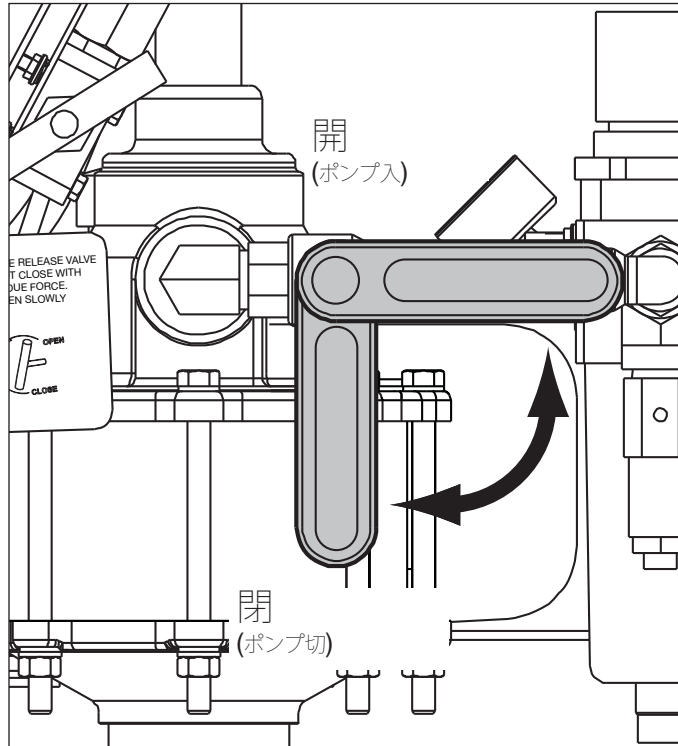

図4. 空気閉止弁
**重要:** 新しいポンプを使用する際は、初回の始動する前にプライミングが必要です。以下の手順に従って、プライミング手順を実施してください。図4と7を参照してください。
セクション5.1～5.4の指示に従って、ポンプを操作します。図4～7を参照してください。